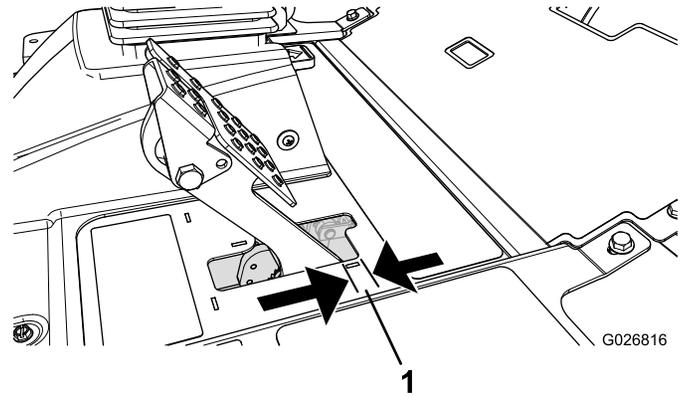

图65
当刹车踏板的自由行程图65超过 2.5cm 时或需要施加更大保持力时应调节刹车。自由行程是您感到刹车阻力之前刹车踏板移动的距离。
2. 紧固后螺母向后移动拉线直到刹车踏板的自由行程图65达到 0.6312.7mm 然后锁定车轮。